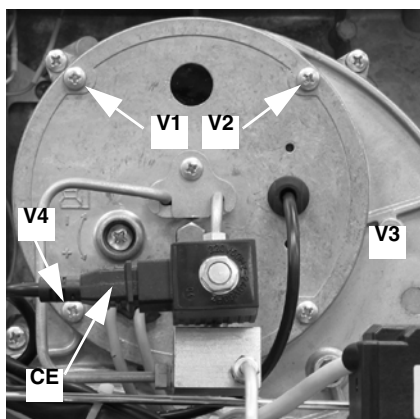

Fig. 41
- Scoateți cele 4 șuruburi **V1 - V4**, așa ca în Fig. 41.
- Remontati capul de ardere si strangeti cele 4 suruburi **V1 - V4** (Fig. 41).